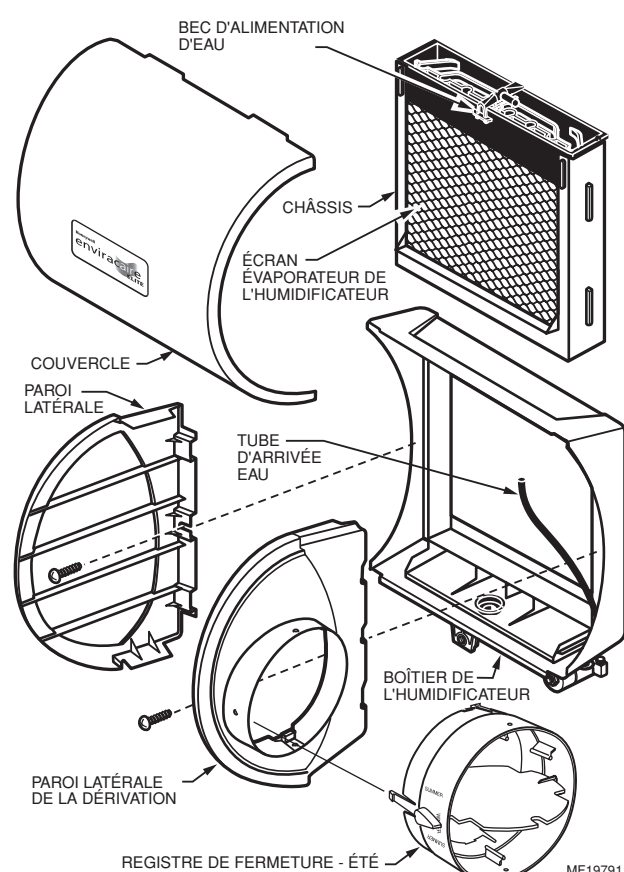

Fig. 2. Composants de l'humidificateur.
4. Démontez l'humidificateur. Enlever le couvercle et retirer l'ensemble écran évaporateur de l'humidificateur. Voir la Fig. 2.